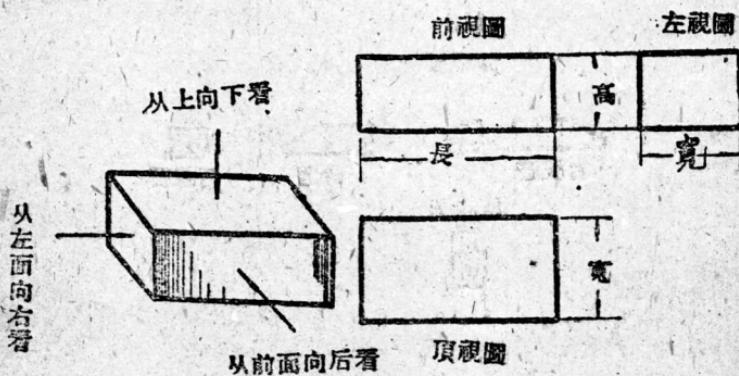

图 2-13 三面图
(2) 三面图(图2-13)：一般在图纸上只画正视图、侧视(右视图或左视图)和俯视图(即平面图)。